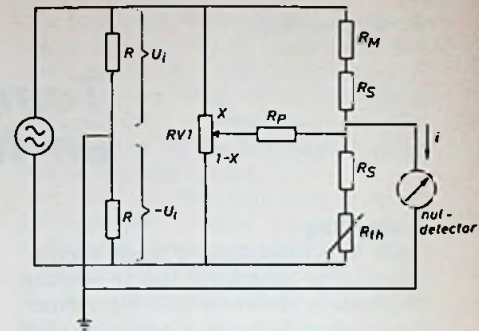

Fig. 3. Gecompenseerde brug voor nauwkeurige temperatuurmetingen.
Uit formule (1) volgt dat de kromme van de stroom door $(R_s + R_{th})$ bij juiste keuze van R_s in principe s-vormig is en bij een klein bereik vrijwel lineair. Een compensatiebrug met een lineaire instelling zal er dan volgens fig. 3 uitzien. De stroom door de detector is: